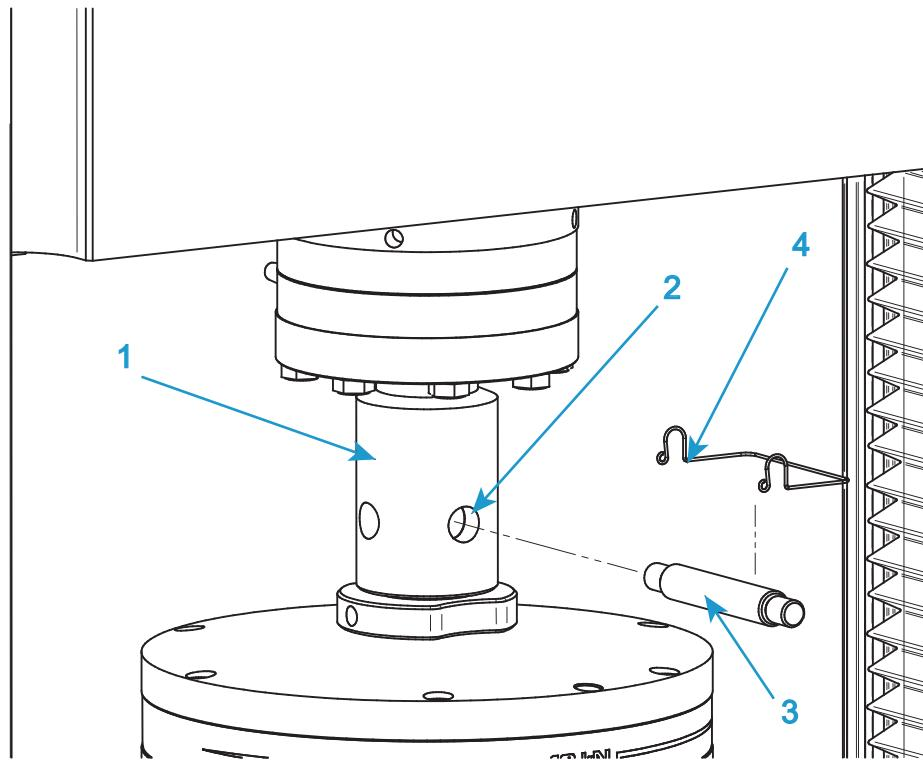

Figura 25. Installazione tipica della presa
Consultare la Figura 25 a pagina 112 quando si segue questa procedura.
1. Per il morsetto superiore, inserire l'adattatore sul morsetto nella presa a forcetta femmina (1 in Figura 25) sull'adattatore della cella di carico.
2. Allineare i fori della forcetta (2 in Figura 25) e infilare il perno a testa (3 in Figura 25) piana attraverso i fori.
3. Fermare in posizione il perno a testa piana, con l'apposito fermaglio (4 in Figura 25).